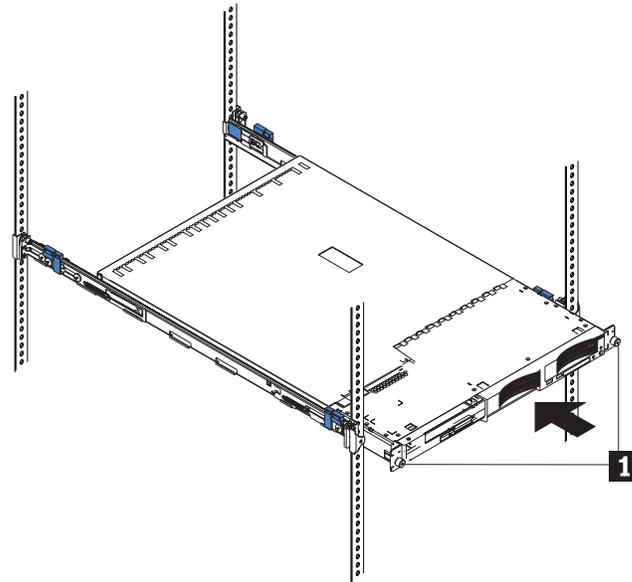

図 32. SAN ボリューム・コントローラーのラックへの取り付け
2. 2 個の拘束つまみねじ **1** を完全に締める (図 32 を参照)。